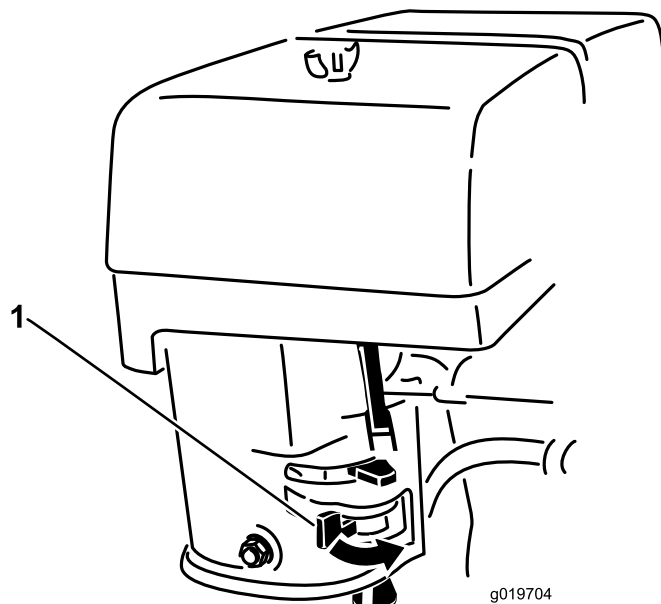

Figura 10
1. Mueva la válvula de combustible a la posición de Abierto (Figura 10).